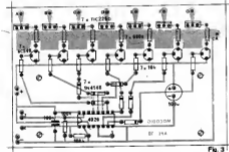

Fig. 3
conduzido, é visto no "chapeado" (Fig. 3), em todos os detalhes. Atenção ao posicionamento dos TRIACs (todos com a lâmina metálica voltada para a borda da placa), transistores, diodos e capacitor eletrolítico. Qualquer inversão na colocação de um desses componentes, será "fatal" (para o funcionamento e para a "integridade" do próprio componente. . .). Cuidado também no posicionamento do Integrado (marquenha voltada para a esquerda, com a placa na posição ilustrada). Notar ainda as especificações adotadas para as lâminas periféricas, às quais serão feitas as conexões externas à placa. Os pontos (+), (-) e (Z) são dotados de duas lâminas cada, apenas para facilitar o "enfileiramento" de vários módulos (simplificando a cabagem inter-módulos).